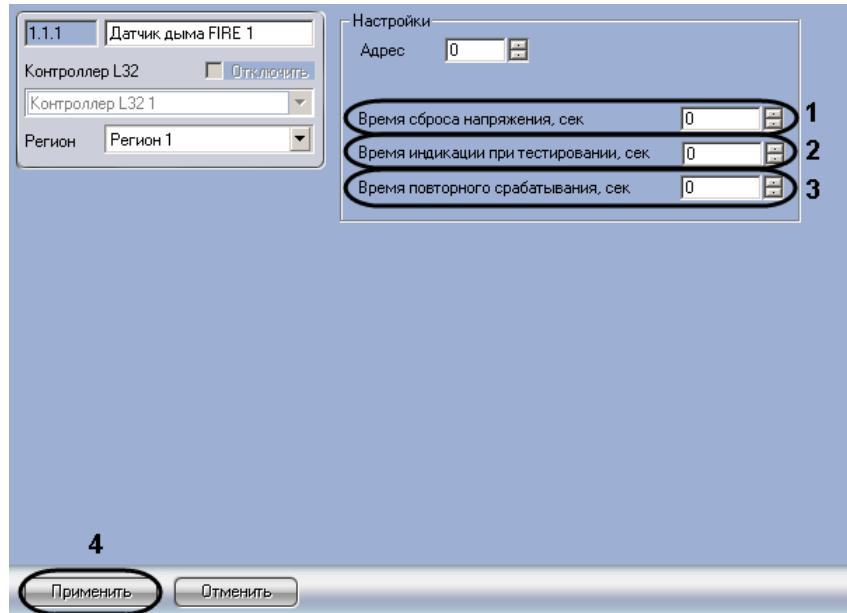

Рис. 3.3—9 Настройка датчика дыма FIRE
- Ввести в поле **Время сброса напряжения, сек** с помощью кнопок **вверх-вниз** период времени в секундах, в течение которого должна быть сброшено напряжение на датчике при обнаружении тревоги (см. Рис. 3.3—9, 1).
- Ввести в поле **Время индикации при тестировании, сек** с помощью кнопок **вверх-вниз** период индикации датчика при тестировании в секундах (см. Рис. 3.3—9, 2).